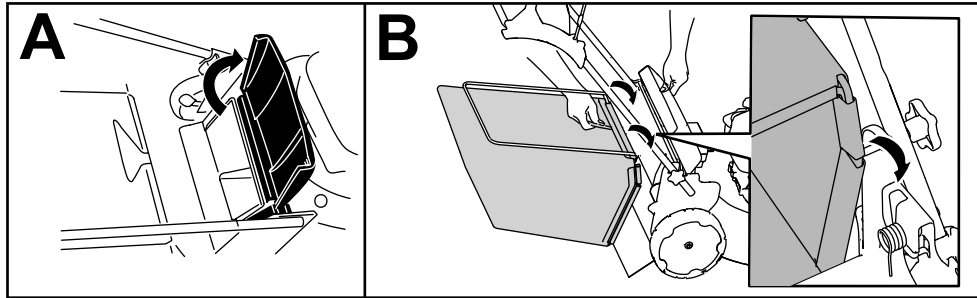

Figure 16
1. Soulevez le déflecteur arrière et maintenez-le dans cette position (A de Figure 16).
2. Montez le bac à herbe en veillant à insérer les ergots dans les fentes sur le support du guidon (B de Figure 16).